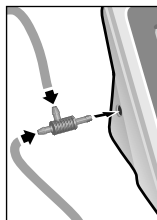

Рис.13
1. Подсоедините воздушные шланги манжеты и нагнетателя к тройнику. Вставьте тройник в гнездо на корпусе прибора (рис.13).